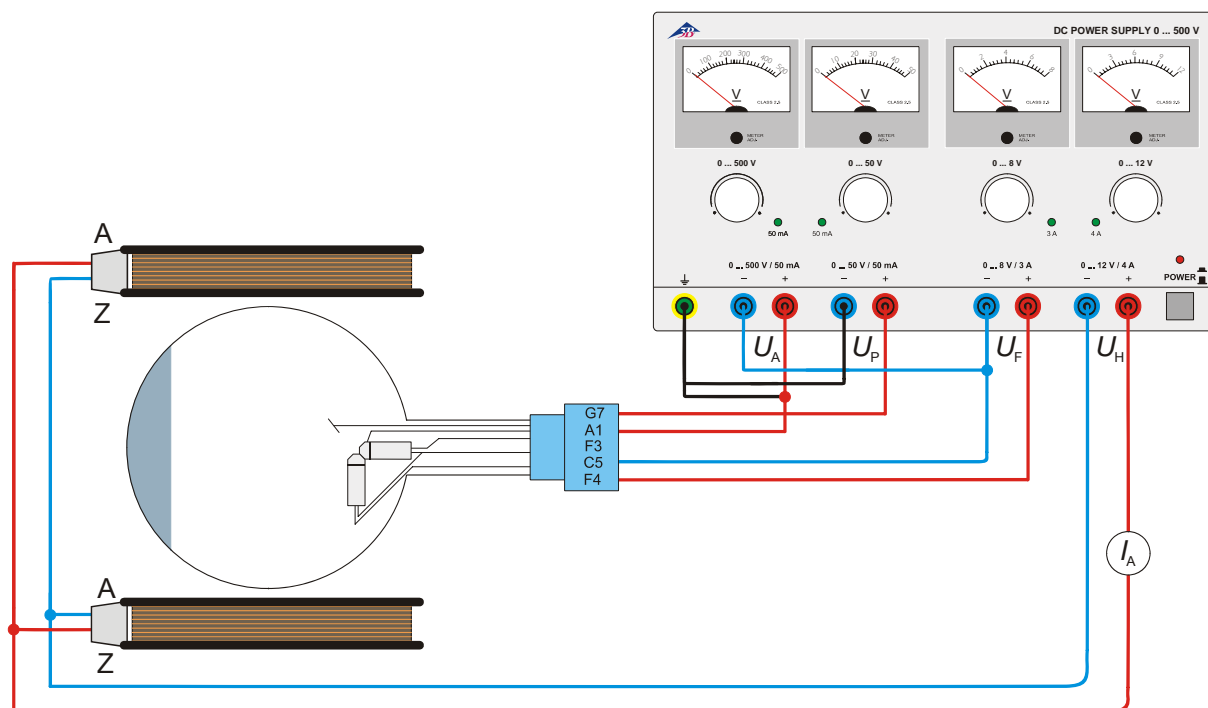

Fig. 5 Determinación de e/m por medio del cañon de electrones transversal
- Realice el cableado del tubo de acuerdo con la Fig. 5.